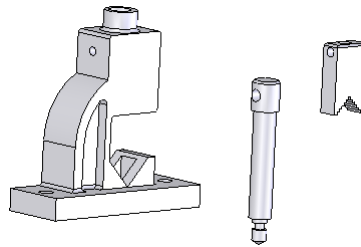

Рис. 7.2.10. Додавання в збірку нових деталей
4. Додайте в збірку деталі ГВИНТ і РУХОМИЙ ЗАЖИМ (рис. 7.2.10).